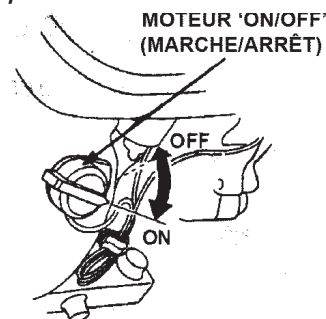

Figure 12. Interrupteur de moteur MARCHE/ARRÊT
5. Placez l'*interrupteur de moteur MARCHE/ARRÊT* (Figure 12) sur la position « MARCHE ».